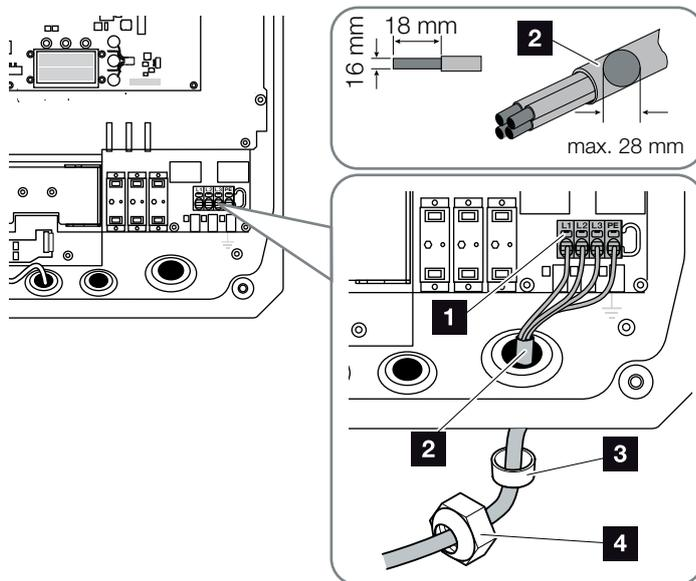

Fig. 21: Tilslutning af nettiledningen ved vekselstrømsomformeren
7. Tilslut nettilledningens årer til AC-klemmen iht. påskriften. **!** **🔧 Fig. 21, Pos. 1**